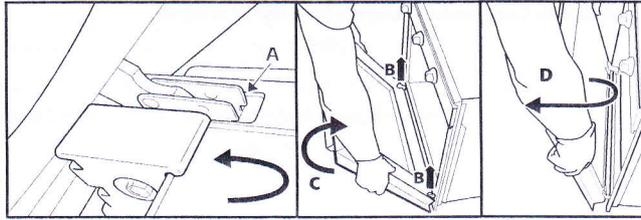

Abb.2
3. Schließen Sie die Tür bis zum Anschlag (A), heben Sie sie an (B) und drehen Sie sie (C), bis sie aushakt (D) (Abb. 2).